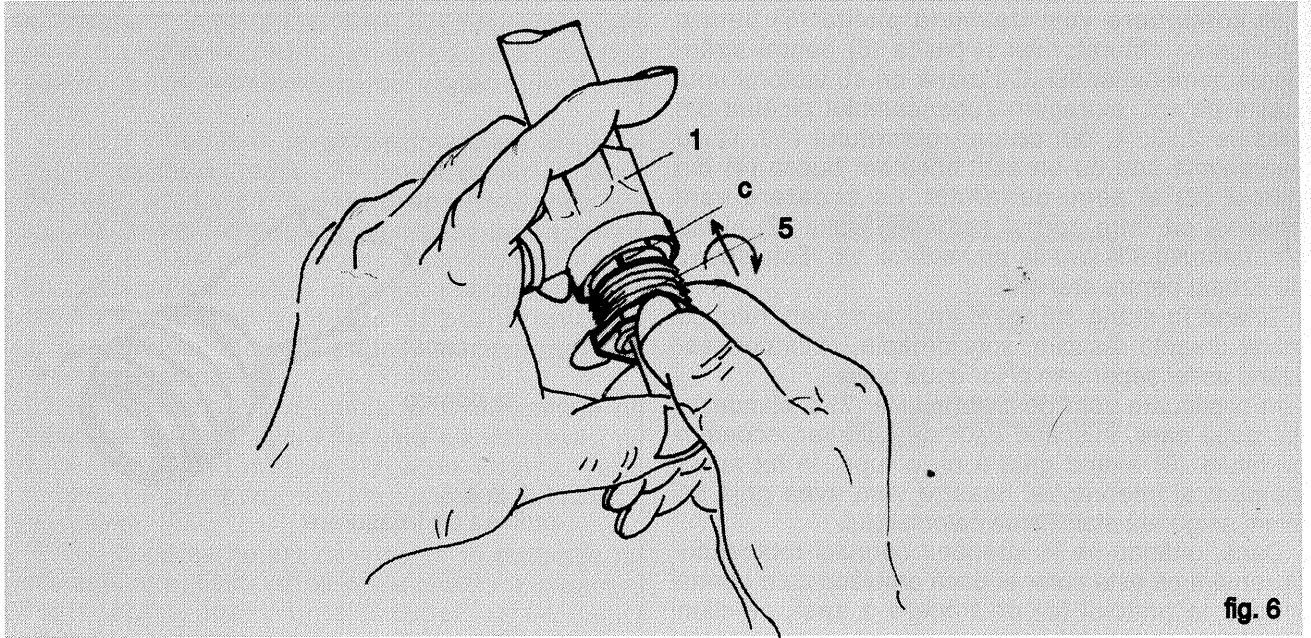

fig. 6
După ce am introdus subansamblul obturator-semi-pahar în corpul robinetului și după ce ne-am convins că semi-paharul este în poziția dorită (de obicei în partea opusă orificiului a), ținând mâna stângă ca în fig. 6 astfel încât axul obturatorului să nu se rotească, în filetăm cu mâna dreaptă, piulița (5) în